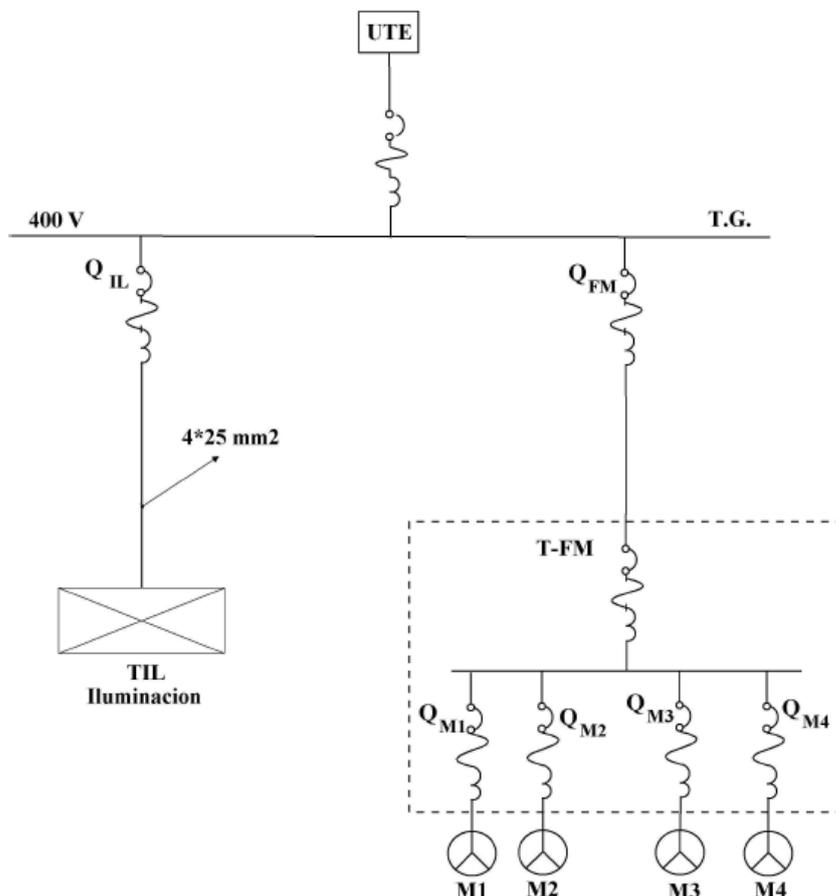

Figura 4: Diagrama unifilar del Ejercicio 4
En una planta industrial se pretende agregar al proceso, una sala con bombas y compresores para lo cual se instalarán dos tableros nuevos (TIL y TFM), alimentados directamente del tablero general (TG), como se indica en la figura 4. El nivel de cortocircuito trifásico actual en barras del tablero general es de $35kA_{eff}$ en 400V, y se considera que la impedancia de la red es puramente inductiva.